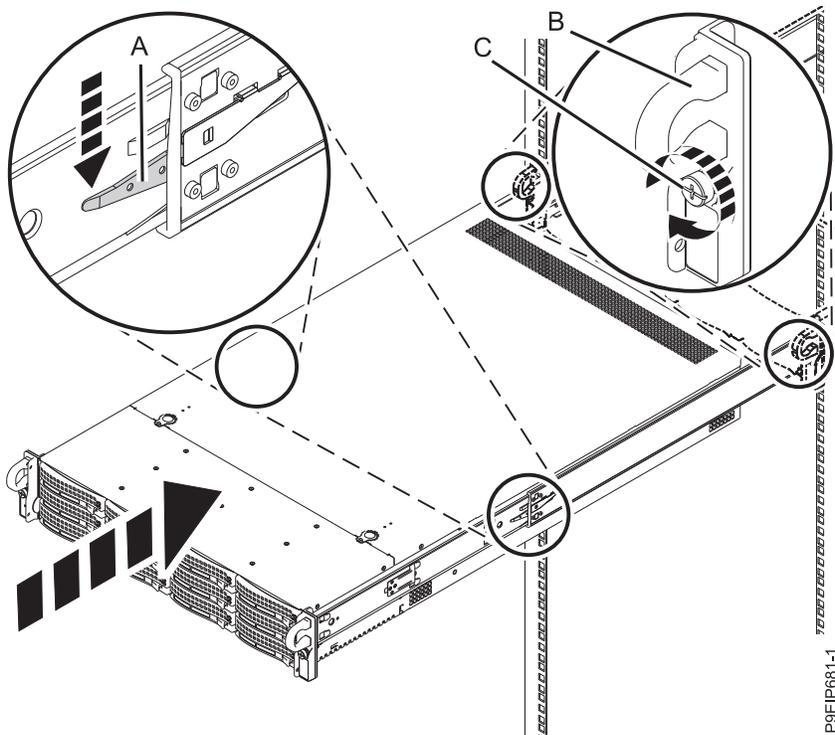

Figura 109. Colocación del sistema en la posición operativa
1. Libere los pestillos de seguridad del riel (A), tal como se indica en Figura 109 en la página 113, después, empuje el sistema para que quede totalmente dentro del bastidor. Asegúrese de que los cables y el brazo portacables se muevan con libertad y que no queden atrapados.